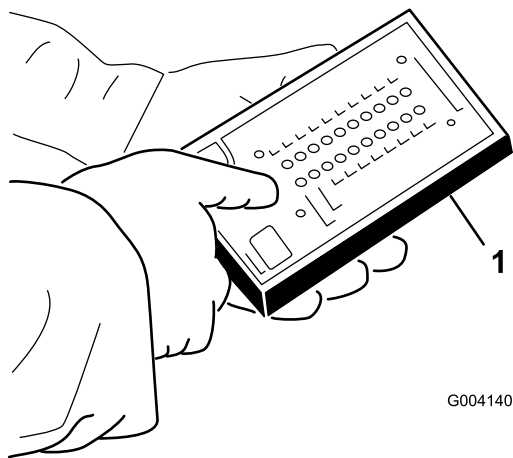

Рисунок 37
5. Подсоедините разъем диагностического дисплея ACE к соединителю жгута проводов (Рисунок 37).